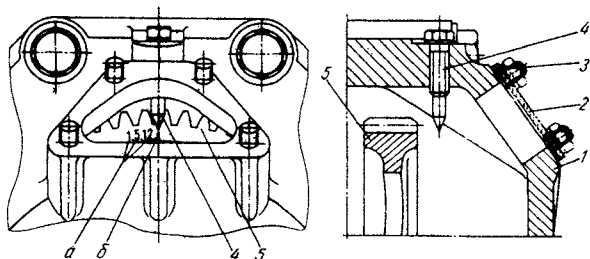
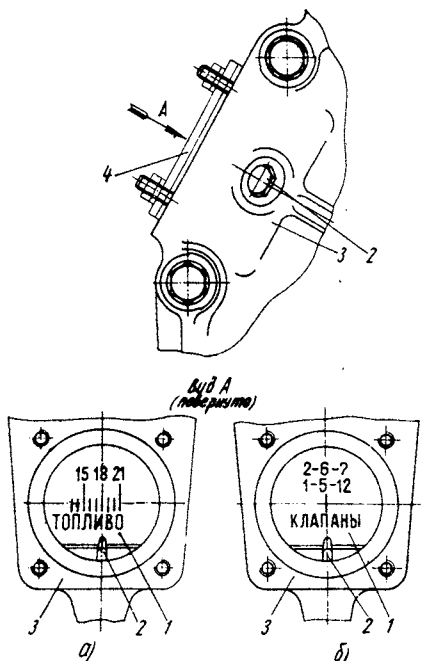
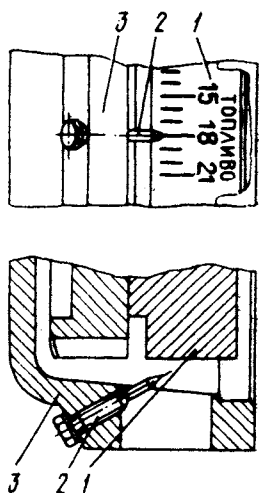
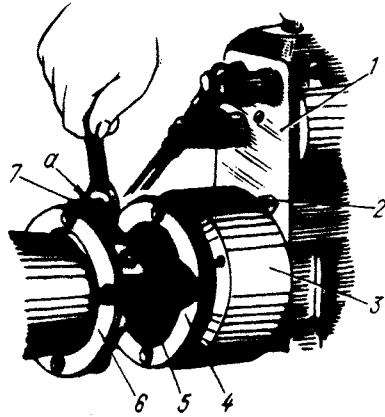

Рис. 41. Метки для регулировки клапанов:
Рис. 42. Регулировочные метки на гасителе крутильных колебаний:
Рис. 49. Совмещение рисок на маховике с указателем картера маховика:
Рис. 50. Привод топливного насоса высокого давления:
4. Снять крышку 2 (рис. 41) смотрового люка, находящуюся на картере маховика, или крышку 4 (рис. 42) на передней крышке блока цилиндров с пра-
6. Для регулировки зазоров клапанного механизма следующего цилиндра повернуть коленчатый вал в направлении рабочего вращения до совмещения меток (рис. 41 и 42б) соответствующих цилиндров с указателем.
Вращать коленчатый вал до совмещения метки «топливо» (рис. 42) с указателем или риски (рис. 49) с указателем в соответствии с углом опережения впрыскивания:
В момент совмещения меток, показанных на рис. 42 и 49, должны совместиться метка на торце муфты 3 (рис. 50) опережения с риской на указателе 2. Если метки не совместились, отвернуть две гайки, как показано на рис. 50, и поворотом муфты опережения за счет овальных отверстий на приводе совместить метки.
Не сбивая совмещенного положения меток, затянуть гайки (рис. 50) привода и, провернув коленчатый вал, проверить правильность установки угла опережения впрыскивания.